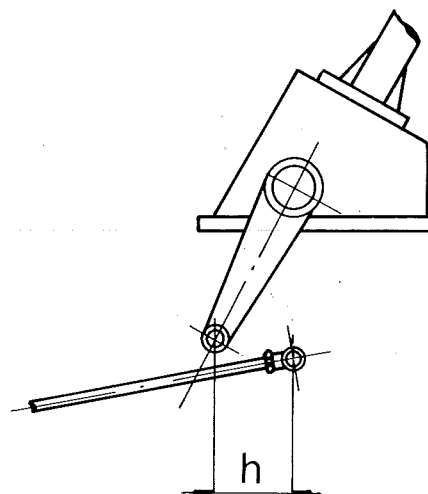

Fig. 154 - Position du levier de direction avec le volant complètement à droite.
- Mesurer à l'aide du calibre la distance (h) (fig. 154).